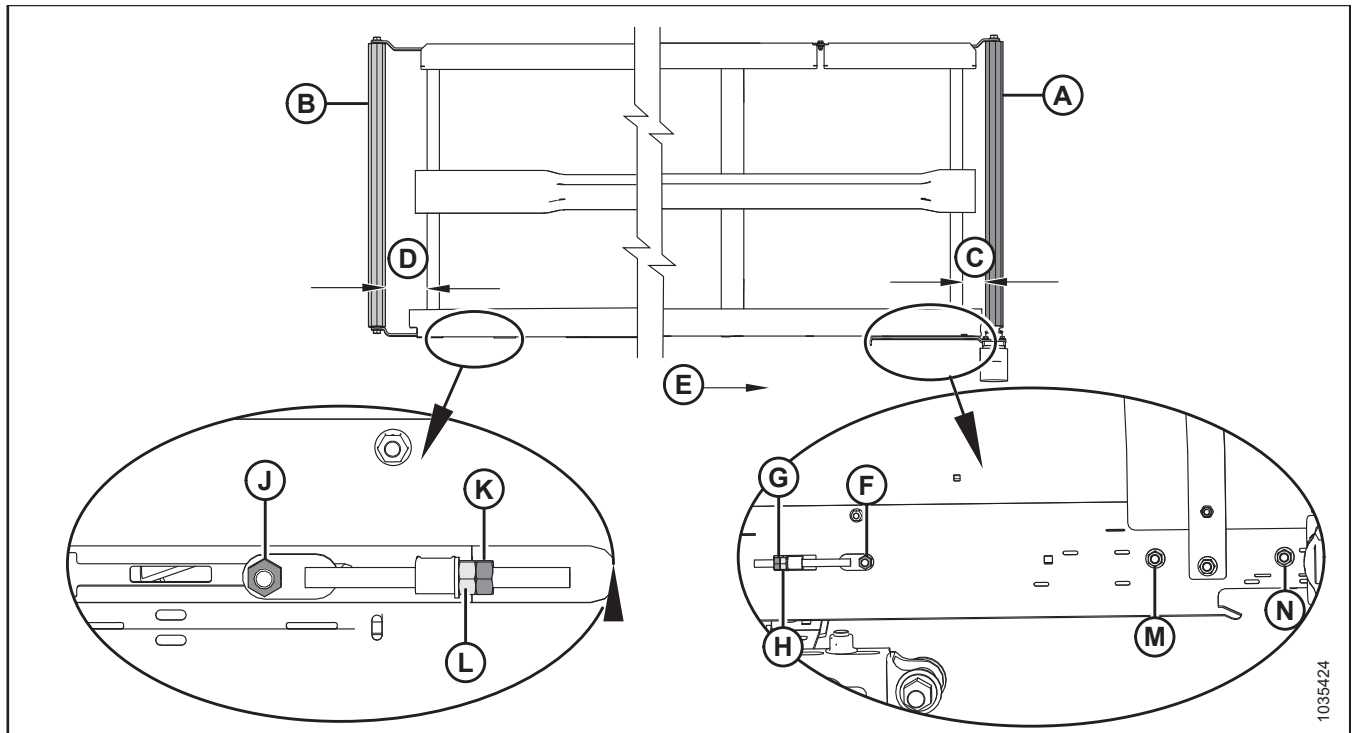

Figura 4.233: Regolazioni del centraggio dei tappeti – Tappeto sinistro
2. Regolare il rullo di trasmissione (A) per modificare C (vedere la tabella 4.2, pagina 443 e la figura 4.233, pagina 443) come segue:
- a. Allentare i dadi (F), (M) e (N) e il controdado (G).
- b. Ruotare il dado del regolatore (H).
- c. Serrare i dadi (F), (M) e (N) e il controdado (G).
3. Regolare il rullo folle (B) per modificare D (vedere la tabella 4.2, pagina 443 e la figura 4.233, pagina 443) come segue:
- a. Allentare il dado (J) e il controdado (K).
- b. Ruotare il dado del regolatore (L).